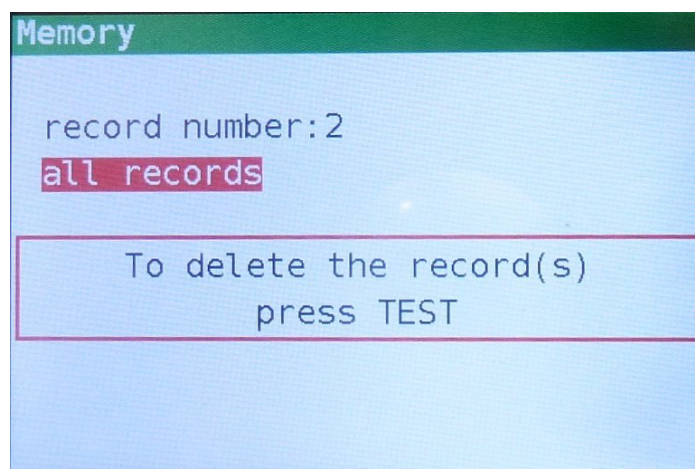

Abbildung 8.9: Löschbildschirm
- Schritt 5** Drücken Sie die AB-Taste, um alle Datensätze auszuwählen (Abbildung 8.9)